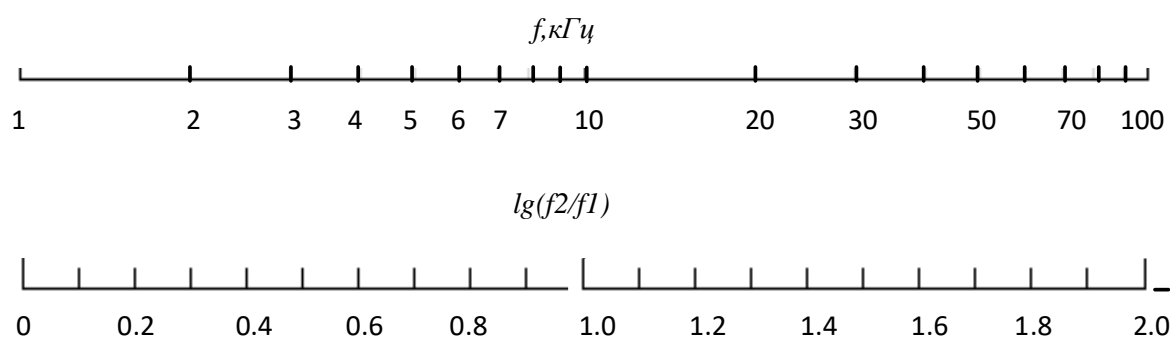

Рис. 2.16. Цифровой вольтметр-мультиметр GDM-8246
8. Постройте графики экспериментальных и расчетной амплитудно-частотных характеристик (АЧХ) детекторов по данным табл. 2.5. При построении графиков используйте логарифмический масштаб по частотной оси. На рис. 2.16 показан принцип построения логарифмического масштаба частоты в диапазоне от 1 до 100 кГц (верхняя ось). На нижней оси показан десятичный логарифм отношения частот  $\lg(f_2/f_1)$ .